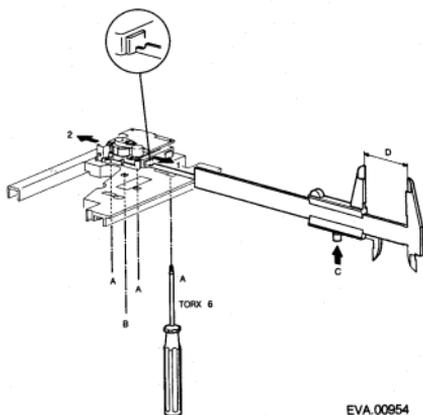

Fig. 19
2. Mit einer Schieblehre den Abstand D (s.Fig.19) des fehlerhaften Schlittens auf $\pm 0,05$ mm genau messen.